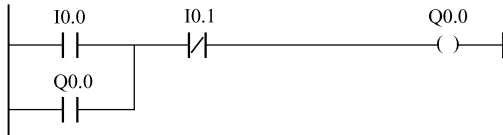

图 5-5 功能中的程序
3) 在“程序编辑器”中输入如图 5-5 所示的程序, 此程序能实现起停控制, 再保存程序。